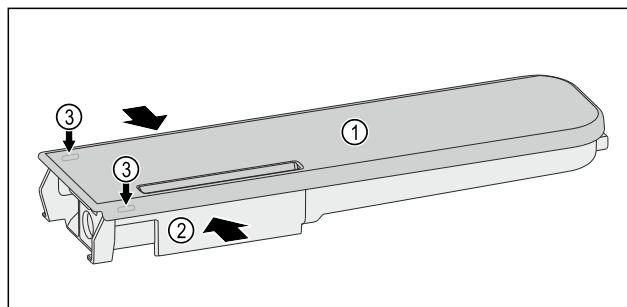

Fig. 173
- Rezervoar za vodo Fig. 173 (2) potisnite skupaj in pokrov Fig. 173 (1) previdno dvignite in povlecite navzgor nad zaklepne uture Fig. 173 (3).
- Pokrov Fig. 173 (1) narahlo potisnite v eno in drugo smer, nato ga odstranite s potiskom navzgor.